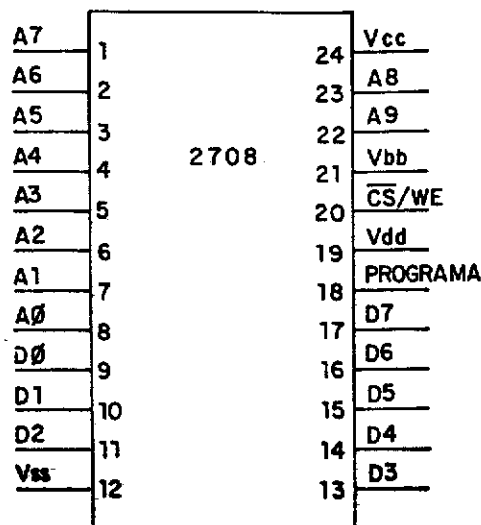

figura 4-2 - ROM 2708
A ROM 2708 de 1 Kbyte (figura 4-2) tem 24 pinos, sendo 10 deles para endereçamento (A0-A9) e 8 para dados (D0-D7). Em operação ela precisa de + 5 Volts em Vcc (pino 24), 0 Volts em Vss (pino 24), 0 Volts em Vss (pino 12, aterrado) e - 5 Volts em VBB (pino 21). Quando ocorre um sinal nível baixo (0) em $\overline{CS}/WE$ ("chip select/write enable", seleção de chip/habilitação de escrita) aparecem nos pinos de dados os níveis lógicos correspondentes ao endereço que está sendo aplicado. Observe que temos lógica negativa para $\overline{CS}$.